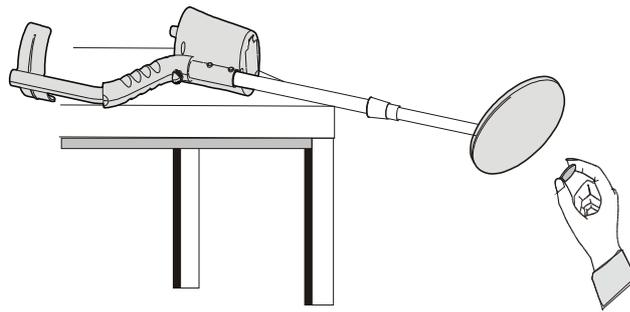

Abb. 9
- Setzen Sie den Detektor auf einen Tisch aus Holz oder Plastik. Lassen Sie die Suchspule mehr als 5 Zoll (15 cm) über die Tischkante ragen. (Abb. 9)